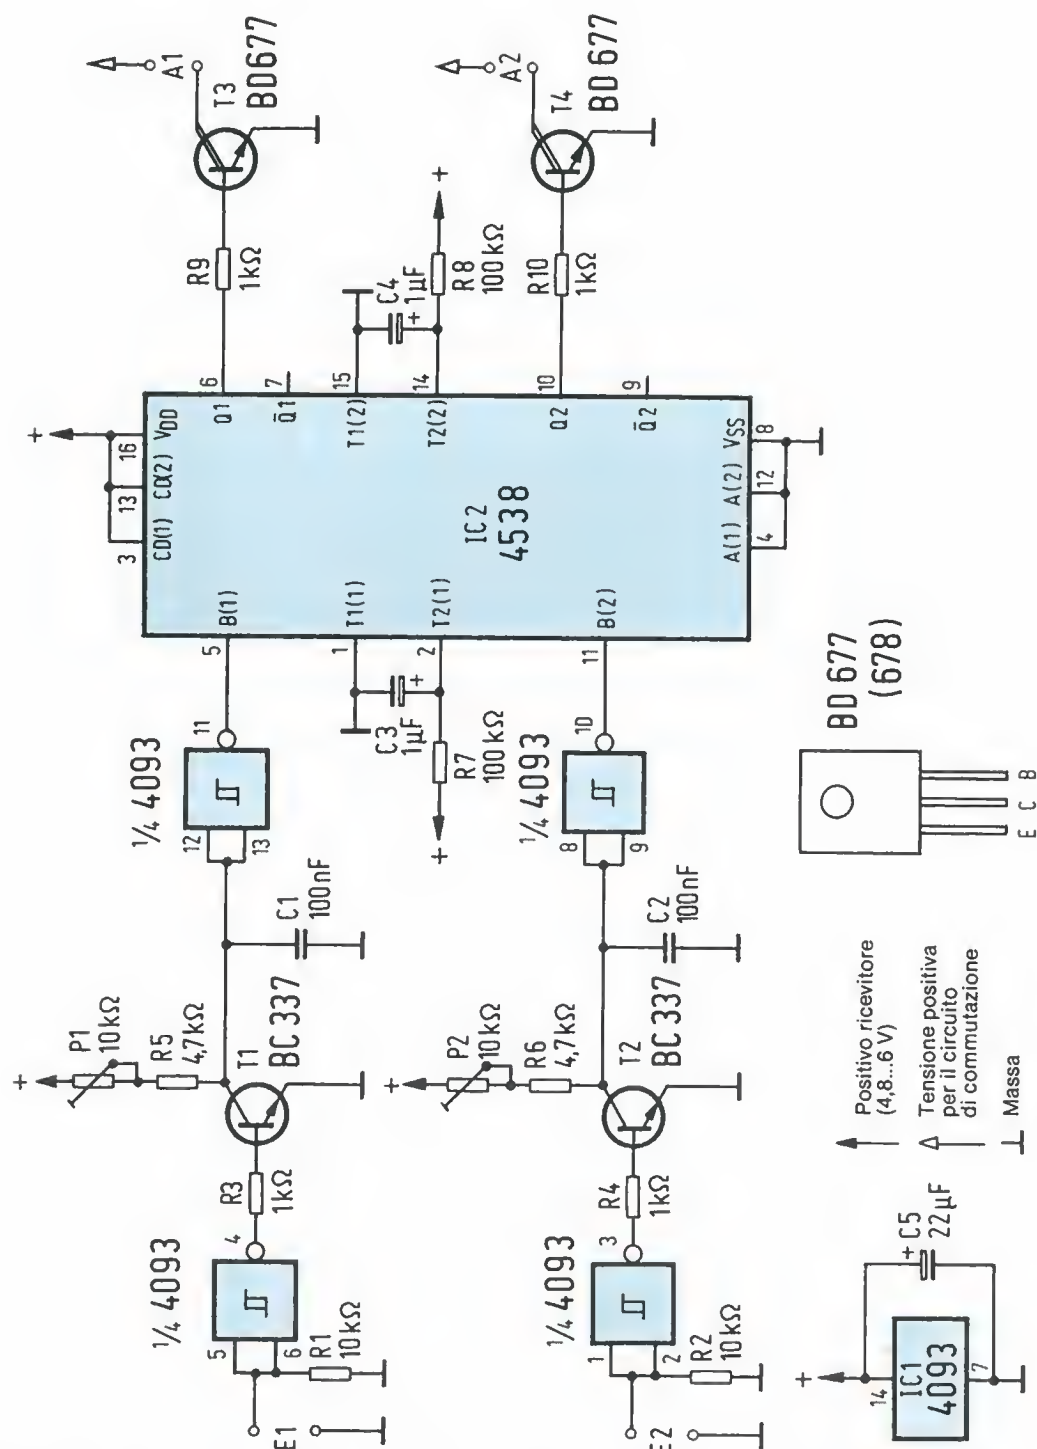

Figura 1. Schema del circuito completo di dispositivo di commutazione. È predisposto per impulsi positivi.
**V**i illustriamo, in queste pagine, il modo più semplice ed economico per aggiungere due canali ai ricevitori per radiocomando. Per motivi di semplicità, descriveremo soltanto il canale A. Ad E1 arriva il segnale d'uscita proveniente dal ricevitore (Figura 1). La successiva porta NAND serve esclusivamente a garantire un'elevata impedenza all'ingresso e ad invertire la polarità del segnale.